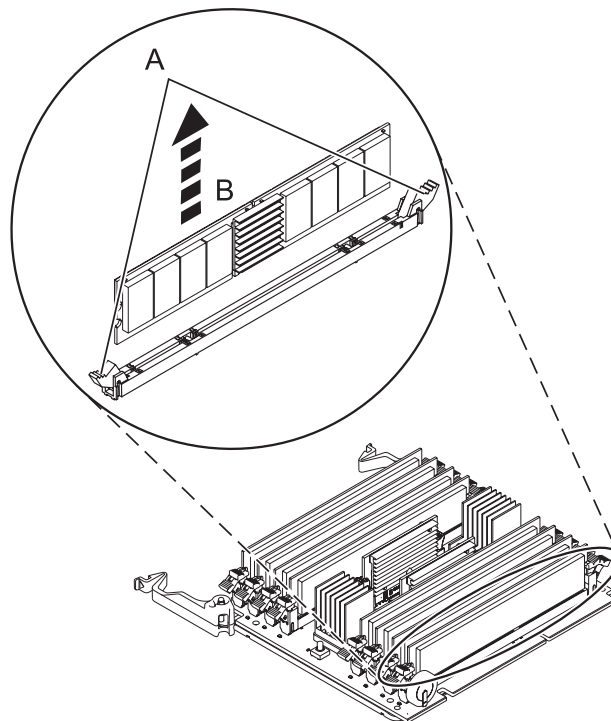

Abbildung 16. Speichermodul ausbauen
9. Entriegeln Sie das Speichermodul, indem Sie die Verriegelungszungen (A) nach außen drücken (siehe Abb. 16). Heben Sie das Speichermodul (B) aus dem Anschluss. Durch die Hebelwirkung der Zungen wird das Speichermodul aus dem Anschluss gelöst.